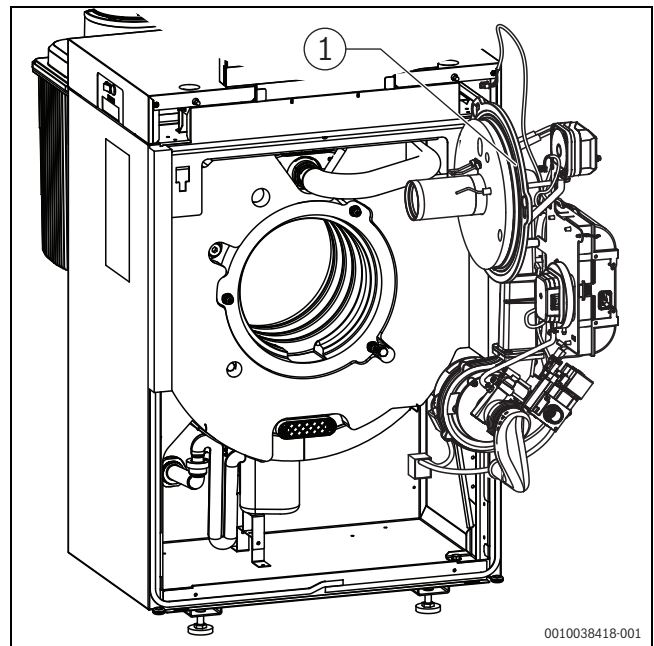

Bild 15 Brenner komplett in Serviceposition
- ▶ Umrüstbrenner in Serviceposition einhängen (T-förmiger Ausschnitt in Verkleidung oben rechts; →Bild 15).
- ▶ Vor Brennermontage den richtigen Sitz des O-Rings (→ Bild 15, Seite 14) überprüfen und ggf. korrigieren.